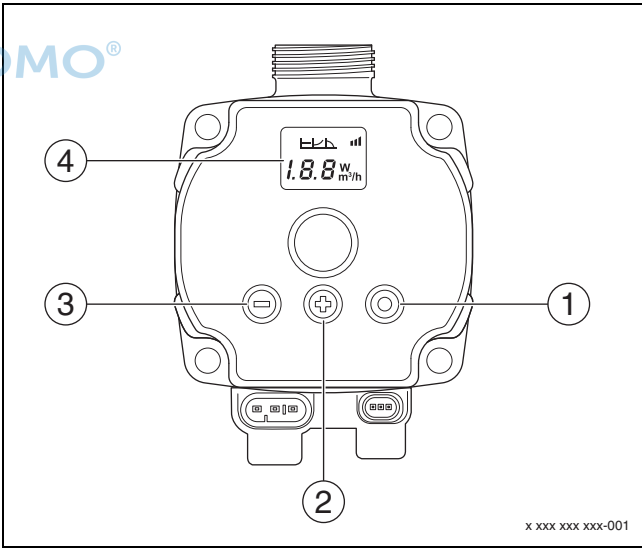

Fig. 7 Réglages de la pompe Calio SI 25-80 HP PWM
- Appuyer sur le bouton de commande (→ figure 7 [1]) pour sortir l'écran (→ figure 7 [4]) du mode veille.
3. Pour régler la valeur de consigne, appuyer sur le bouton de commande (+) ou (-) (→ figures 7 [2] et [3]) jusqu'à MARCHE.
4. Pour enregistrer la valeur de consigne réglée, appuyer sur le bouton de commande (→ figure 7 [1]).